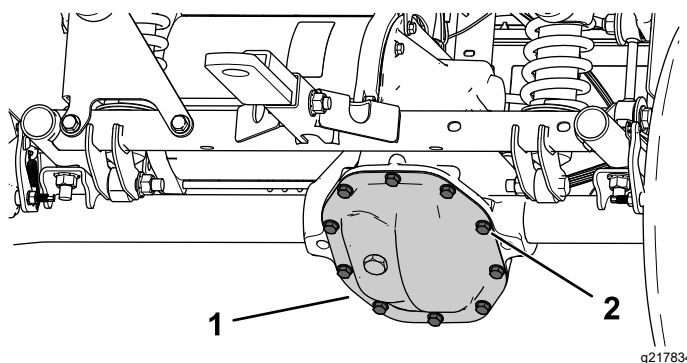

Figure 49
1. Placez un bac de vidange sous la protection de la boîte-pont (**Figure 49**).
2. Retirez les boulons de la protection de la boîte-pont et vidangez tout le liquide (Figure 49).